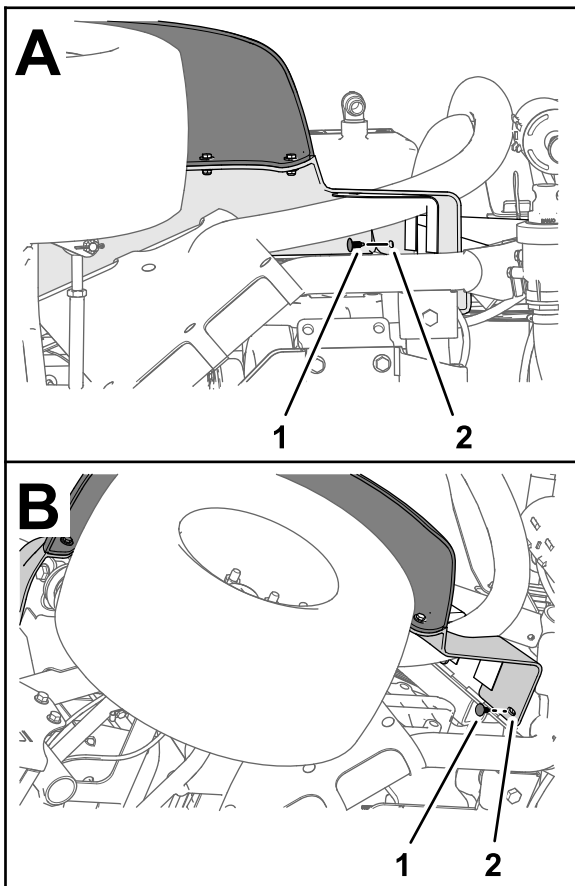

図 217
5. 押し込みファスナー2個を使って、フェンダをフレームチャンネルに固定する 図 217。